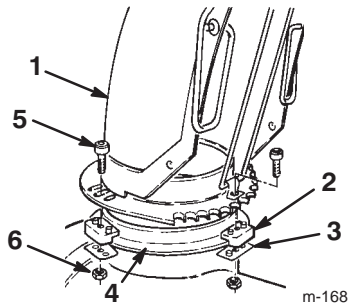

Figure 14
1. Appliquez une fine couche de graisse pour basse température sur la couronne de l'éjecteur (Fig. 14).
2. Placez l'éjecteur (ouverture vers l'avant) sur l'ouverture d'éjection de sorte que les dispositifs de retenue se trouvent sur la couronne (Fig. 14).
3. Serrez la vis et le contre-écrou de gauche pour positionner le dispositif de retenue en appui contre la plaque de retenue et pour fixer l'éjecteur à la couronne (Fig. 14).
4. Poussez les autres dispositifs de retenue vers l'éjecteur (fendu) et serrez les vis (Fig. 14).
5. Vérifiez que l'éjecteur pivote librement sur la couronne. S'il résiste, déplacez le dispositif de retenue droit vers l'extérieur (Fig. 14).